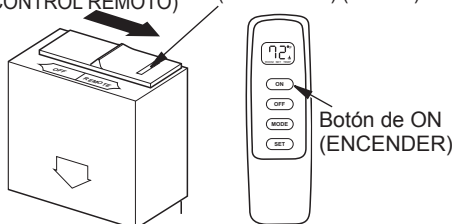

Figura 9. Configuración del receptor y del control remoto
1. Coloque el interruptor de selección del receptor en la posición remota (consulte la figura 9).
2. Presione el botón de ON (ENCENDER) del control remoto portátil. Deberá escuchar un pitido. Si no lo escucha, utilice objeto no filoso para empujar el botón de LEARN (APRENDER) del receptor (consulte la figura 9). Presione el botón de ON (ENCENDER) del control remoto nuevamente. Deberá escuchar una serie de pitidos.